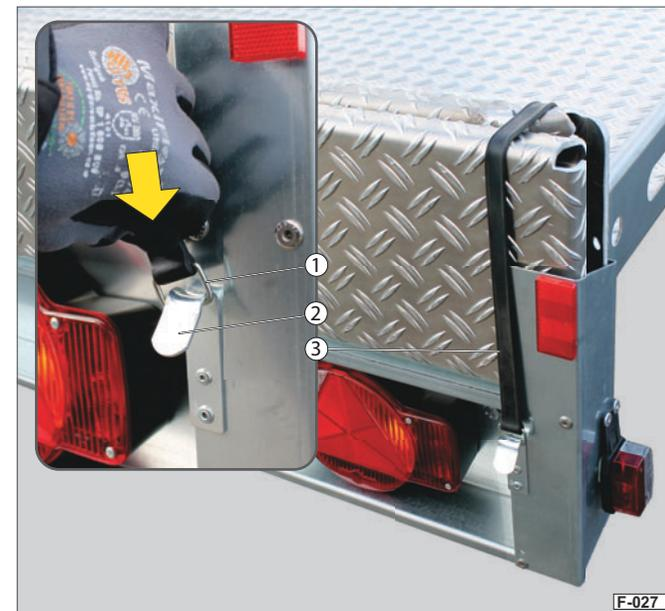

Abb. 35 Auffahrschienen gesichert (Fahrstellung)
- ▶ Ziehen Sie das Gummiband (Abb. 35/3) über die Auffahrschienen - gut festhalten.
- ▶ Haken Sie die Verschlussöse (Abb. 35/1) in dem Verschlusshaken (Abb. 35/2) ein.